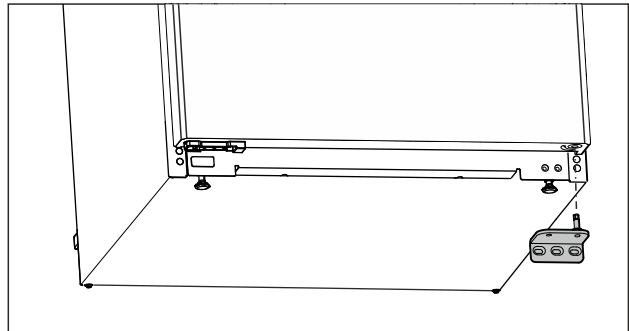

Fig. 15
- ▶ Lagerbock nach unten abnehmen. (siehe Fig. 15)